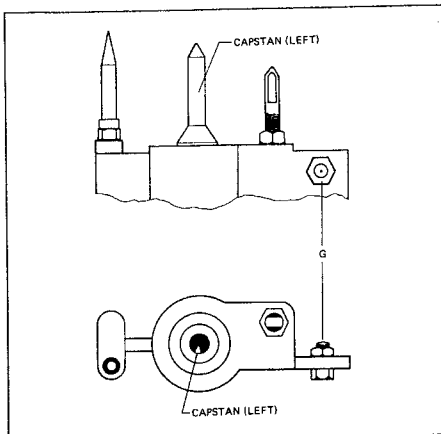

Fig. 3.5
- Die Zentrierschraube [G] im Doppelkapstanguss (Fig. 3.5) lösen.
- Loosen centering screw [G] in the dual capstan casting (Fig. 3.5). Press pivoting carrier down until the tip of the headless setscrew [H] plunges into the centering screw.
- Dévissez la vis de centrage [G] du chassis du double cabestan (fig. 3.5). Poussez le support pivotant vers le haut. La pointe de la tige filetée [H] doit pénétrer dans la vis de réglage.